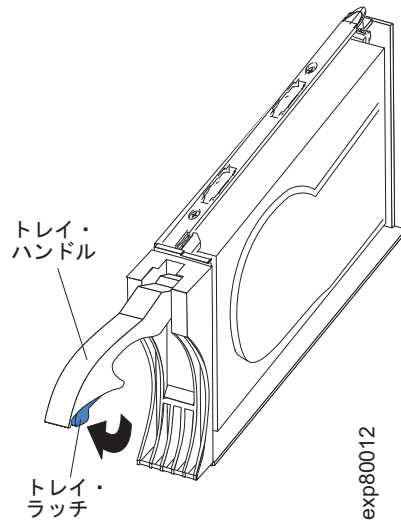

図 35. E-DDM FRU ハンドル
- b. 86 ページの図 35 に示すように、トレイのハンドルが開放位置になるように引きます。
- a. 86 ページの図 35 の矢印によって示されるように、トレイ・ハンドルの下部の内側を押して、E-DDM FRU のラッチを解放します。